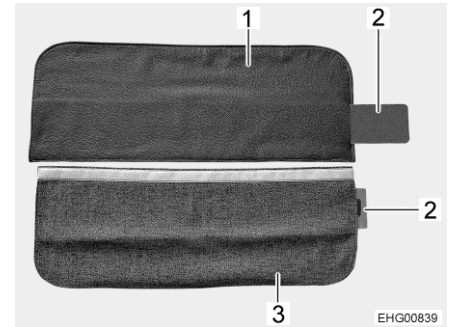

Fig. 92 Cubierta para cinturones de seguridad
La cubierta para cinturones de seguridad puede ser de cuero (Fig. 92,1) o de tela (Fig. 92,3).
- Introducir el refuerzo metálico (Fig. 92,2) completamente en el bolsillo de la cubierta para cinturones de seguridad (Fig. 92,1 o Fig. 92,3).